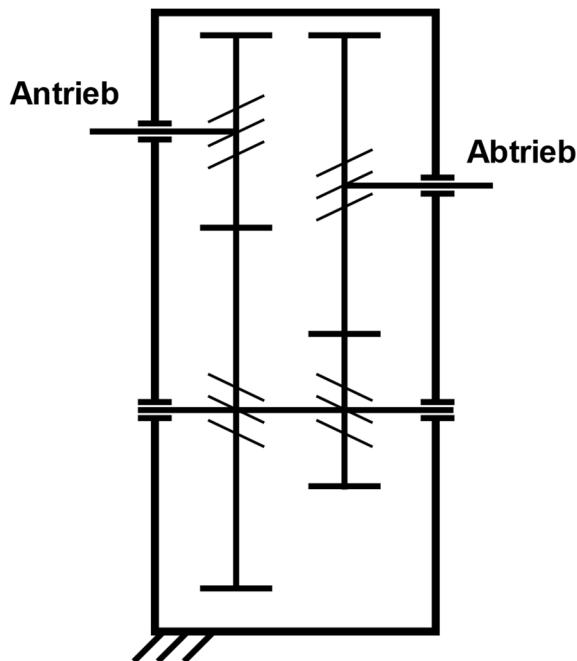

Abbildung 5.1: Zweistufiges Stirnradgetriebe
5.2 Betrachtet wird das in Abbildung 5.1 dargestellte Stirnradgetriebe. Die Antriebsdrehzahl ist negativ. Geben Sie das Vorzeichen der Antriebsdrehzahl  $n_{ab}$  an. (1 Punkt)